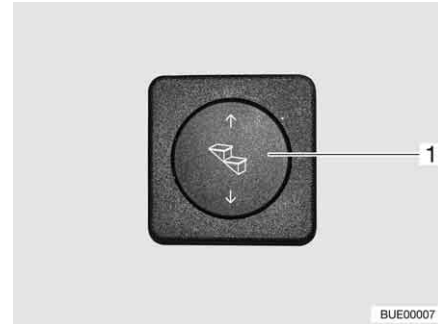

Fig. 6 Touche marchepied
- Appuyer sur le bas du bouton-poussoir basculant (Fig. 6,1) et le maintenir pressé (pendant au moins 3 secondes) jusqu'à ce que le marchepied soit entièrement sorti.
- Appuyer sur le bouton-poussoir basculant (Fig. 6,1) vers le haut jusqu'à ce que le marchepied soit entièrement ressorti.